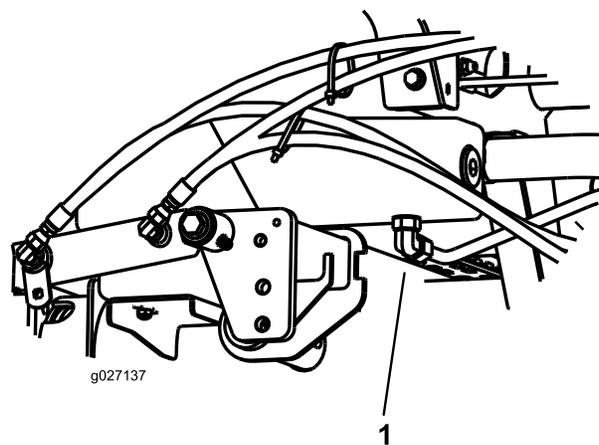

Bild 71
2. Stellen Sie eine große Auffangwanne unter das Anschlussstück, das unten am Behälter der Hydraulikflüssigkeit befestigt ist (Bild 71).